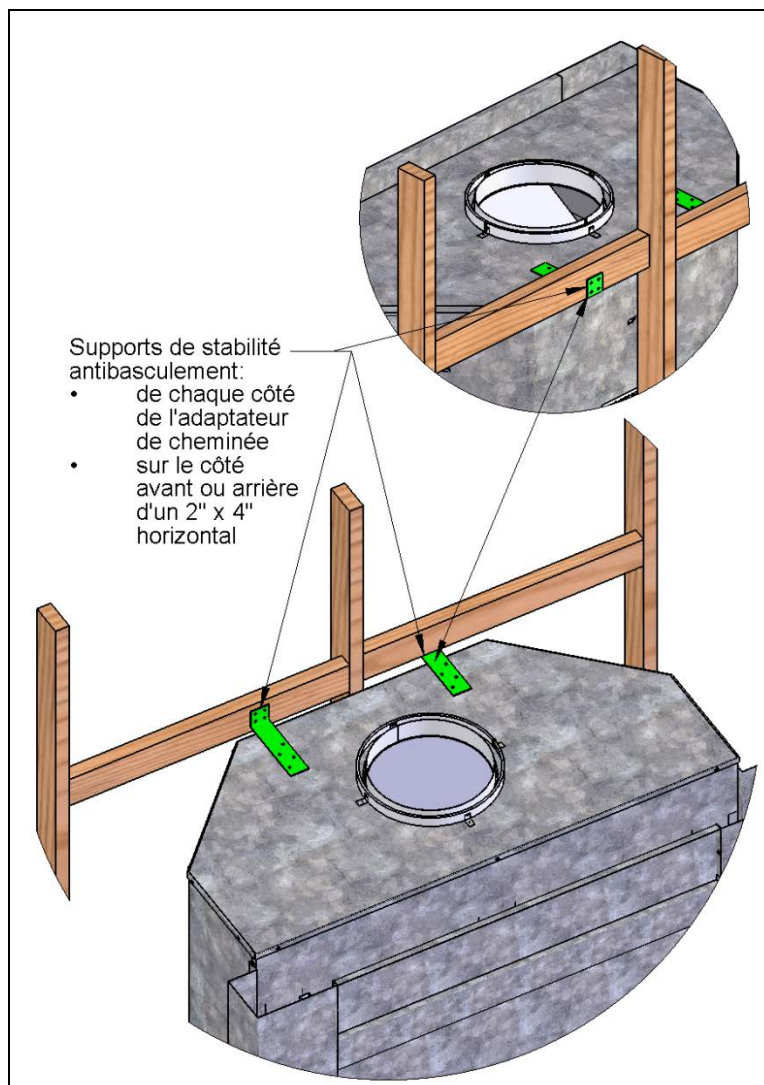

Figure 8 Installation des supports de stabilité antibascullement
Vous devez également installer deux supports de stabilité antibasculement (M) à la partie supérieure du foyer. Ces supports doivent être solidement vissés dans le mur arrière et à la partie supérieure du foyer. Selon votre installation, vous pouvez installer les supports de stabilité antibasculement de deux façons différentes. Reportez-vous à la Figure 8 pour des exemples d'installation des supports de stabilité antibasculement. Utilisez huit des grosses vis autotaraudeuses fournies (N) pour fixer les supports de stabilité antibasculement à la partie supérieure du caisson du foyer.